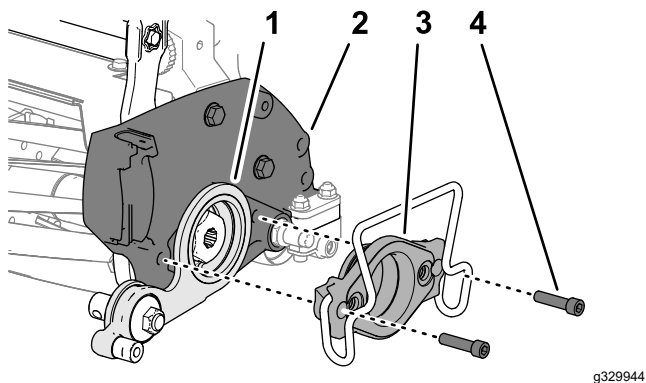

Рисунок 19
1. Выровняйте натяжной ролик в сборе относительно режущего блока, как показано на Рисунок 19.
2. Выровняйте пластину натяжного ролика относительно боковой пластины режущего блока, как показано на Рисунок 19.
3. Вставьте монтажную опору двигателя через отверстие в пластине натяжного ролика и в боковую пластину режущего блока (Рисунок 19).
4. Установите монтажную опору на пластину (Рисунок 19) при помощи 2 винтов с внутренними шестигранниками (5/16 x 1¼ дюйма), снятых при выполнении действий, описанных в разделе Снятие монтажной опоры двигателя (страница 4).